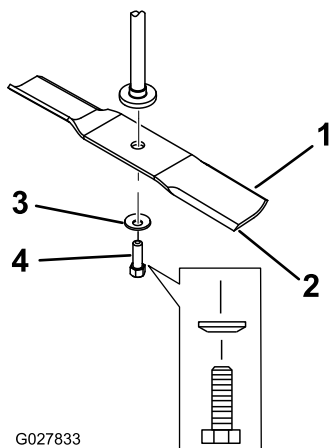

Рисунок 61
2. Отверните болт ножа, снимите изогнутую шайбу и нож с вала шпинделя (Рисунок 61).
1. Установите нож на шпindel (Рисунок 61).
2. Установите изогнутую шайбу (чашеобразной стороной в сторону ножа) и болт ножа (Рисунок 61).